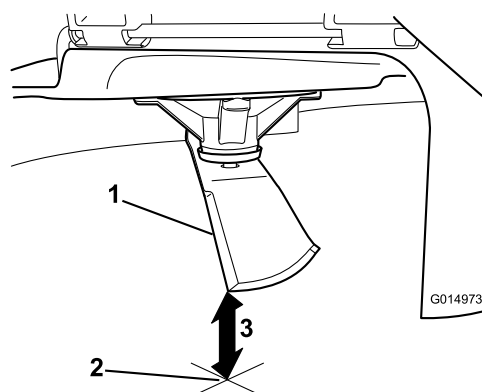

Figura 78
5. Mida desde la punta de la cuchilla hasta la superficie plana (**Figura 78**).